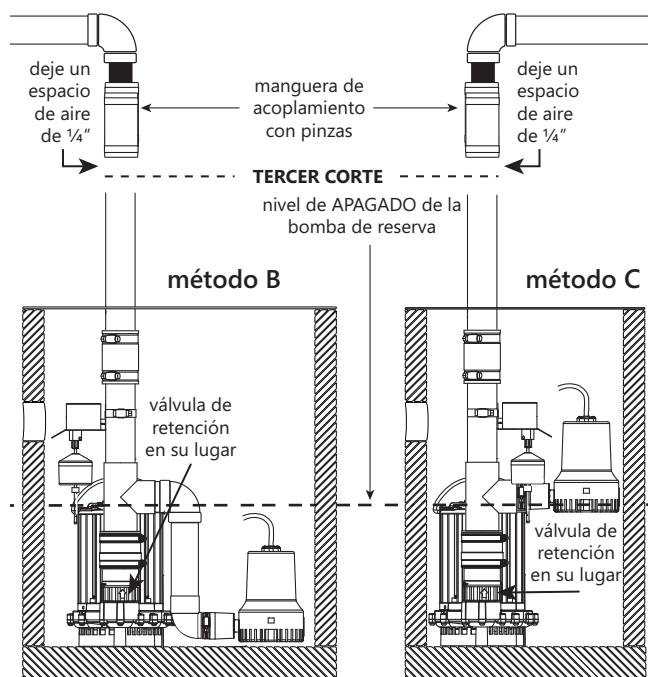

Figura 2. Eliminar el tubo de descarga excedente
3. Haga el tercer corte como se muestra en la Figura 2.